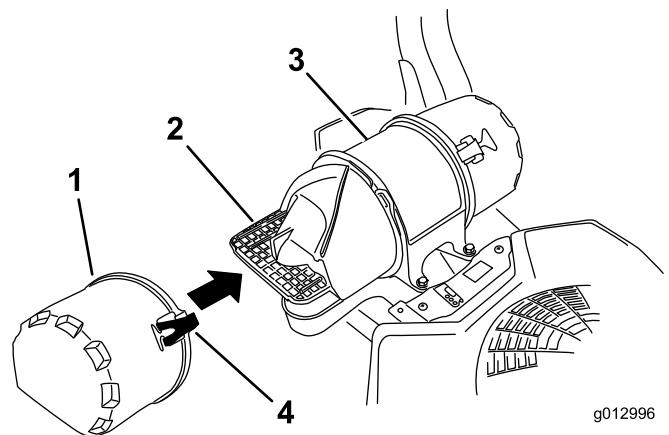

Figure 44
- Ouvrez les dispositifs de verrouillage du filtre à air et séparez le couvercle d'entrée d'air du corps du filtre (Figure 44).
- Reposez le couvercle d'entrée d'air et fixez-le avec les verrous (Figure 44).